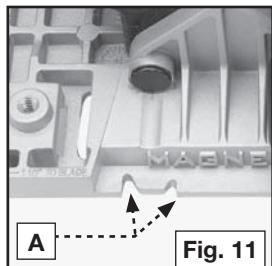

Fig. 11
Ranuras indicadoras de la línea de corte (A) Fig. 11 están localizadas en la parte delantera de la base. Use la ranura derecha para seguir una línea durante cortes de 0°. Use la ranura izquierda para seguir una línea durante cortes de 45°. El lado recto de la muesca indica la línea del corte.